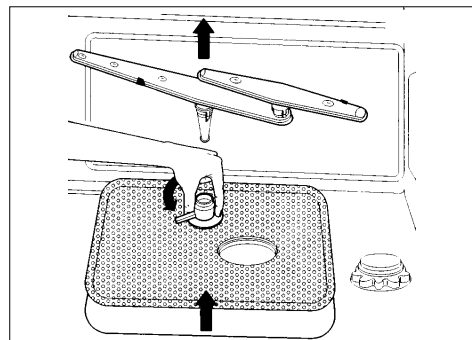

Abb. 12
- Nehmen Sie den unteren Sprüharm heraus, indem Sie diesen senkrecht nach oben ziehen (siehe Abb. 12).